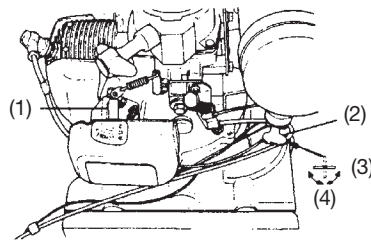

Abb. 4
- 2) Kraftstoffhahn öffnen (Abb. 4).
- 3) Den Luftklappenhebel in Stellung CHOKE bringen (Abb. 4).
- 6) Sobald der Motor anläuft, den Luftklappenhebel auf RUN zurückstellen (Normalbetriebstellung). Nun noch einmal den Starterzug kräftig durchziehen (Abb. 4).